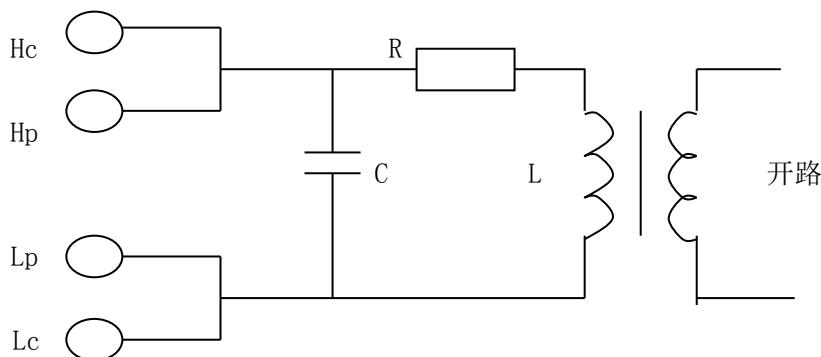
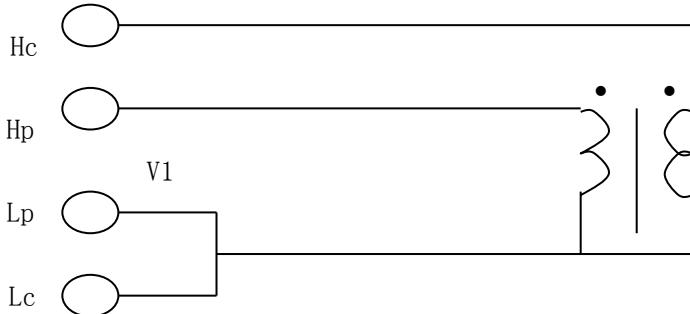

图 5-8 初、次级电感测量
图 5-11 互感量的测量
- **初、次级电感量的测量：**使用图 5-8 的方法，可直接测量初级电感量（L1）和次级电感量（L2），测量参数用 L_s-R_s 还可以同时测等效串连电阻。注意测量时应使其他绕组开路，测量结果包括电容 C 的影响。
- **互感量的测量:** 将变压器如图 5-11 连接, 测量参数选用 L , 可直接测得互感量, 测量时注意同名端的连接。
- **匝比的测量:** 本仪器需要通过两步测量才能得到匝比。测量时可打开电压、电流监视(V_m/I_m), 使显示器显示电压和电流值, 首先按照图 5-8 测量初级阻抗, 记录下初级电压读数 V_1 及阻抗 Z_1 , 然后 H_c 与 L_c 不动, 将 H_p 和 L_p 接至次级测量, 见图 5-12, 并如图 5-11 一样将初次级在低端联在一起, 记下次级电压读数 V_2 及阻抗 Z_2 。